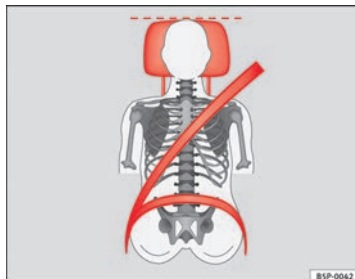
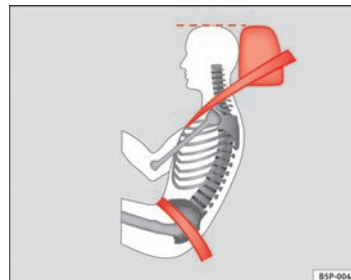

Fig. 89 Vue de face : appuie-tête et ceinture réglés correctement
Fig. 90 Vue de côté : appuie-tête et ceinture réglés correctement
- Ajustez l'appuie-tête de sorte que le bord supérieur de celui-ci soit à la même hauteur que la partie supérieure de la tête, et au minimum à la hauteur des yeux ⇒ fig. 89 et ⇒ fig. 90.